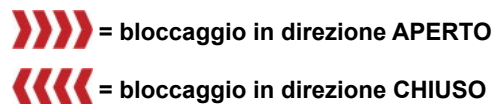

Fig. 2: Visualizzazione della direzione di traslazione in caso di bloccaggio
- 4 Se durante la traslazione si verifica un bloccaggio, viene visualizzato un messaggio di stato e la restante corsa di manovra viene visualizzata con una barra rossa tratteggiata, vedi fig. 2.